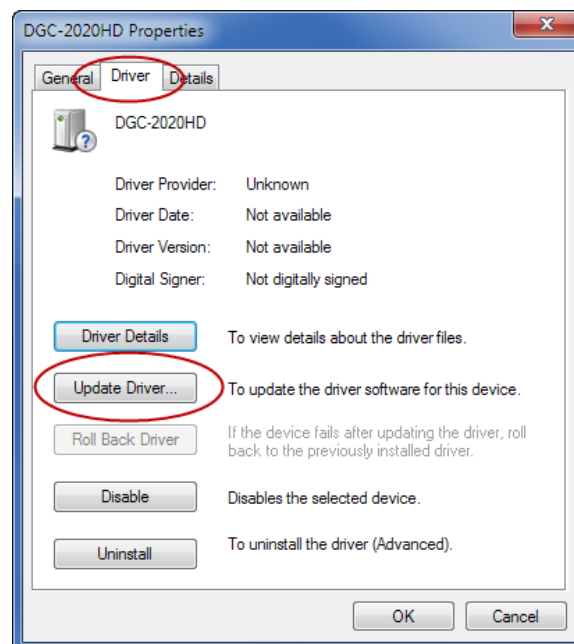

Abbildung 9-3. DGC-2020HD Eigenschaften
Schritt 3. Wählen Sie im Eigenschaftsfenster das Register Treiber und klicken Sie auf 'Treiber aktualisieren'. Siehe Abbildung 9-3.